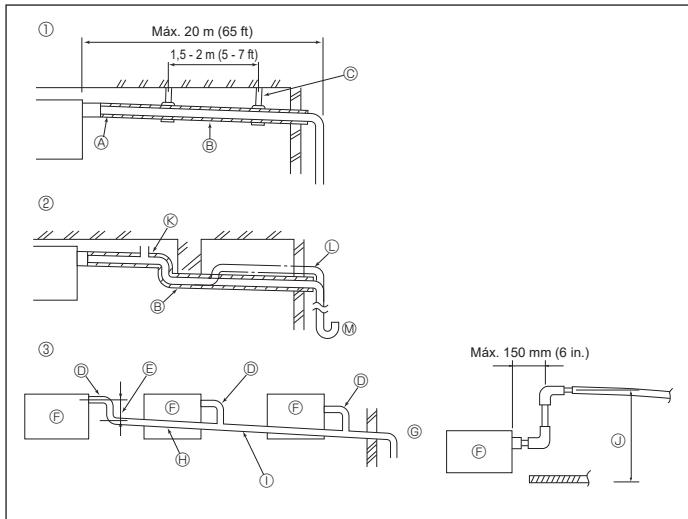

Fig. 6-1
6.1. Tubería de drenaje (Fig. 6-1)
- ① Tubería correcta
② Tubería incorrecta